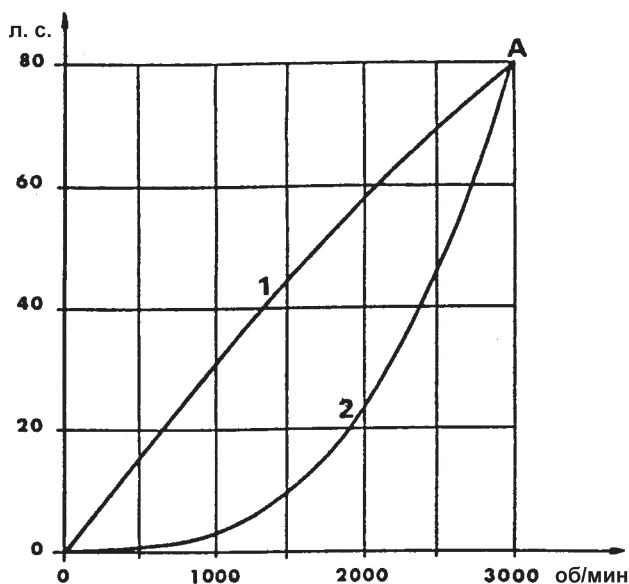

Рис. 1
- Пересечение кривых 1 и 2 (рис. 1, точка А) – это точка в которой гребной винт потребляет максимальную мощность двигателя.